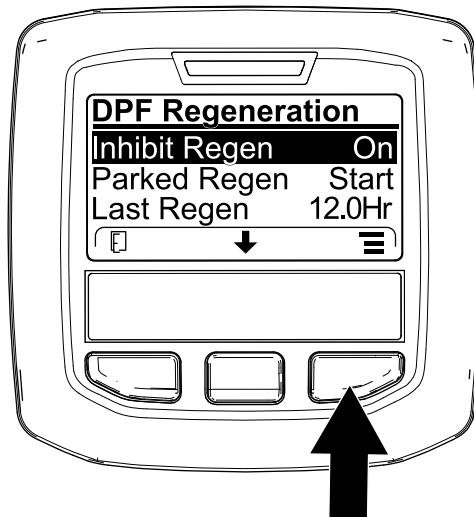
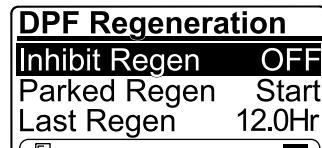

図 35
図 36
- DPF Regeneration メニューで、中央ボタンを押して再生禁止 INHIBIT REGEN オプションに移動し、右ボタンで中に入る 図 35。
- 右ボタンを使って、設定をを、ON から OFF 図 35または OFF から ON に変える 図 36。